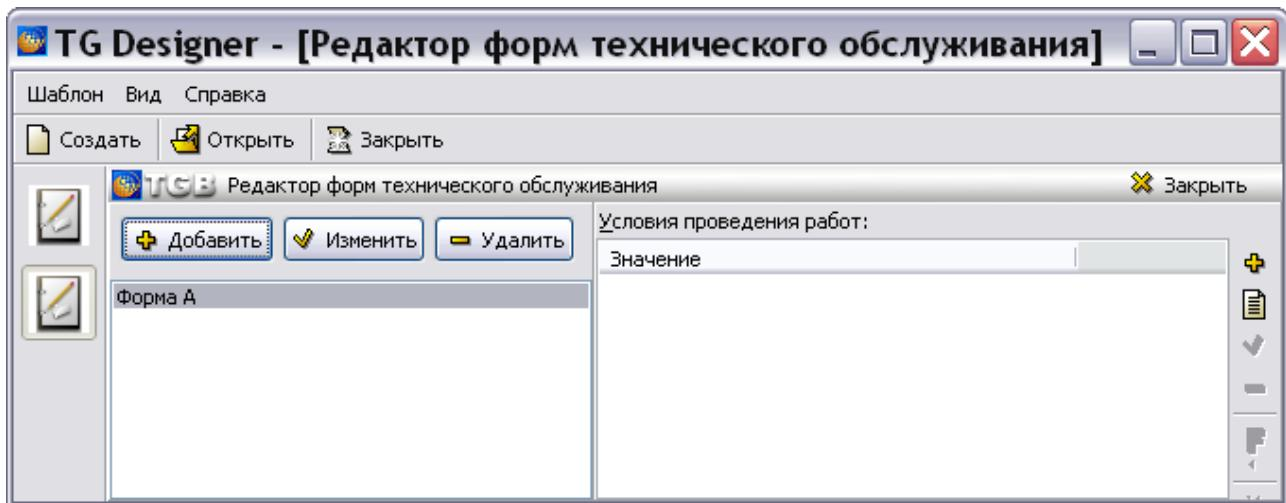

Рис. 3.84
3. Нажмите на кнопку **OK**. После этого произойдет возврат в окно **Редактор форм технического обслуживания**, в левом окне которого появится название созданной формы обслуживания (Рис. 3.84).